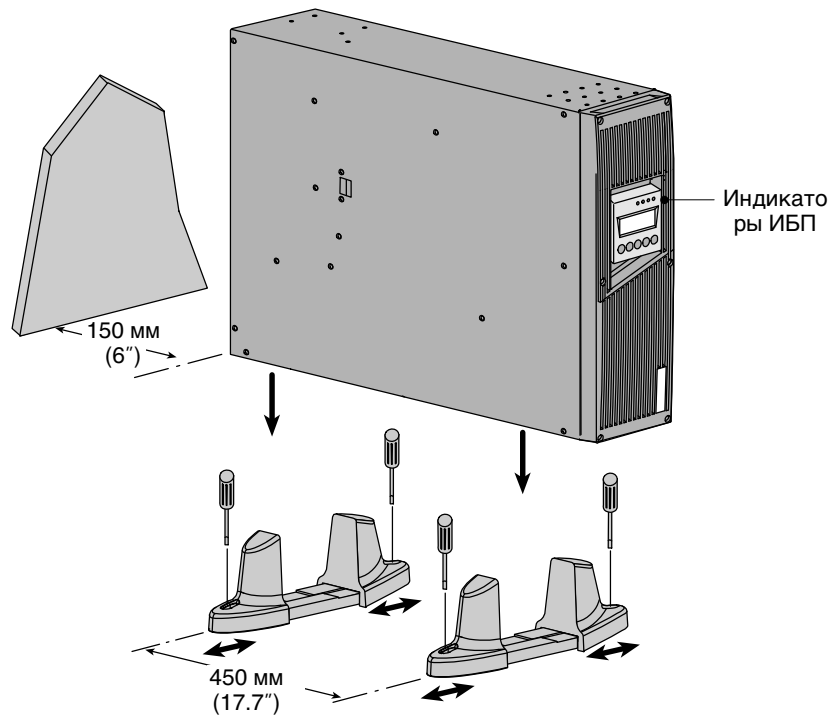

Рисунок 12. Вертикальное положение для одного шкафа
3. Осторожно установите шкаф вертикально, индикаторами ИБП в верхней части, и установите основания (см. Рисунок 12).